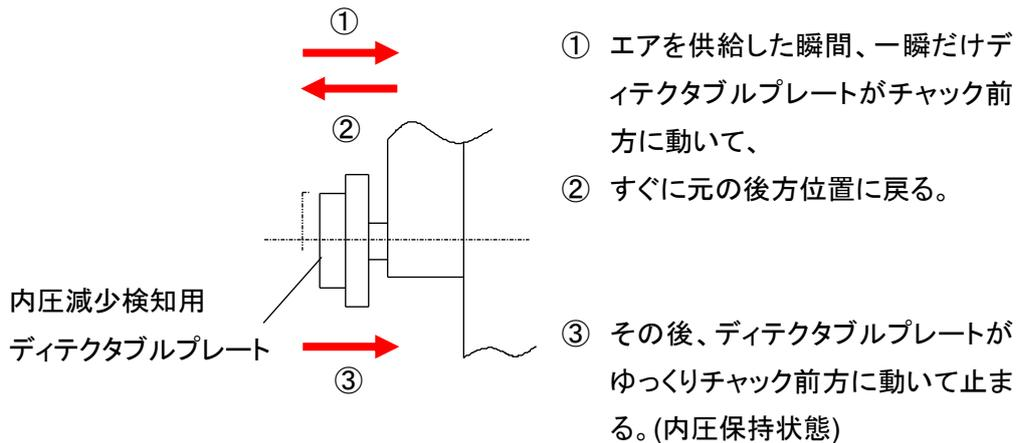

図 21
- スプリングによってディテクタブルプレートの動作圧力を決めているため、特に供給エアが高圧の場合では、図 21 のようにエアを供給した瞬間に一瞬だけディテクタブルプレートが往復動作をすることがあります。図 21 のようなディテクタブルプレートの一瞬の往復動作を近接スイッチが検知してしまうことを回避するため、タイマーなどを用いてエア供給直後の数秒間は近接スイッチを検知させないようにしていただくなどの配慮をお願い致します。